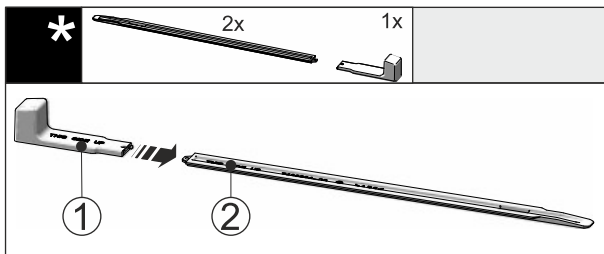

Fig. 54
► Insérer la poignée de montage Fig. 54 (1) dans le rail de nivellement Fig. 54 (2).